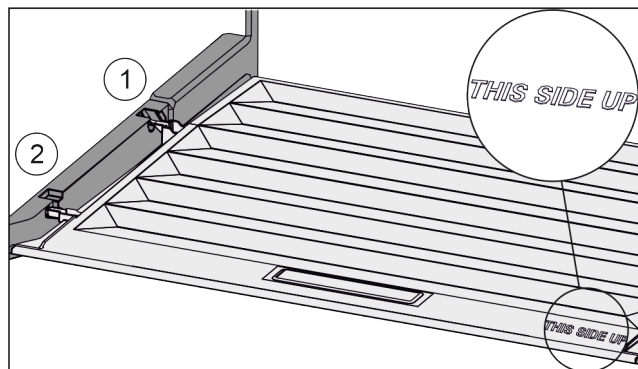

Fig. 117
- ▶ Introduzca los nervios de la tapa por la abertura del soporte trasero *Fig. 117 (1)* y encájelos por delante en el soporte *Fig. 117 (2)*.